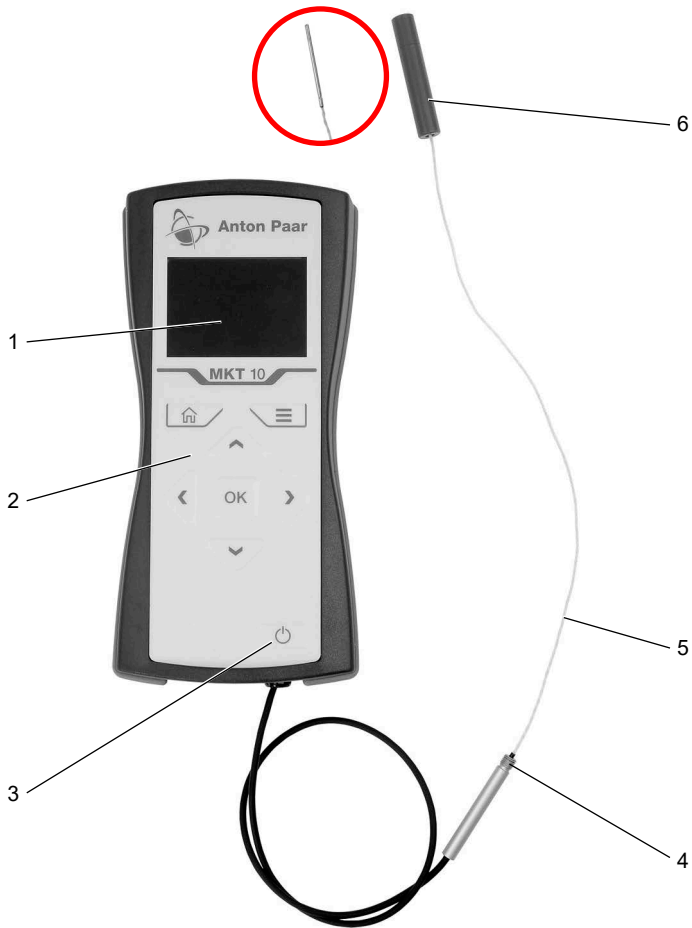

Abb. 1: Vorderansicht des Gerätes
- Um das Gerät **ein**zuschalten, drücken Sie die <Ein/Aus>-Taste, siehe Abb. 1.